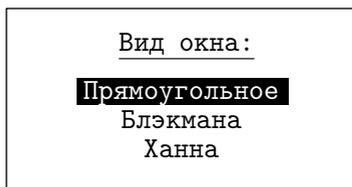

Рис. 3.19
3.4.10. "Вид окна" - установка вида окна, используемого при разложении сигнала в спектр (Рис. 3.19).